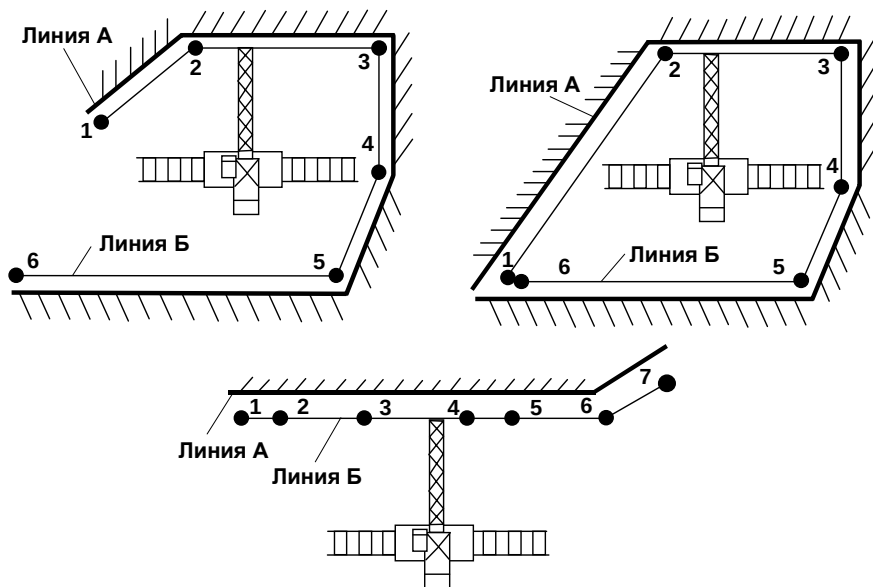

Рисунок 19
Для обеспечения работы крана в стесненных условиях в ОНК-160С-35 предусмотрена (см. рисунок 19) координатная защита типа **ЛОМАНАЯ СТЕНА**: защита стрелы от ее столкновения с близко расположенными препятствиями (стены зданий и др.).
5.19.2.2 Подведя оголовек стрелы (крюковую обойму) к первой (заранее намеченной) точке ввода заградительной линии (см. рисунок 19 и приводимый ниже рисунок), записать ее координаты нажатием кнопки "**↵**".